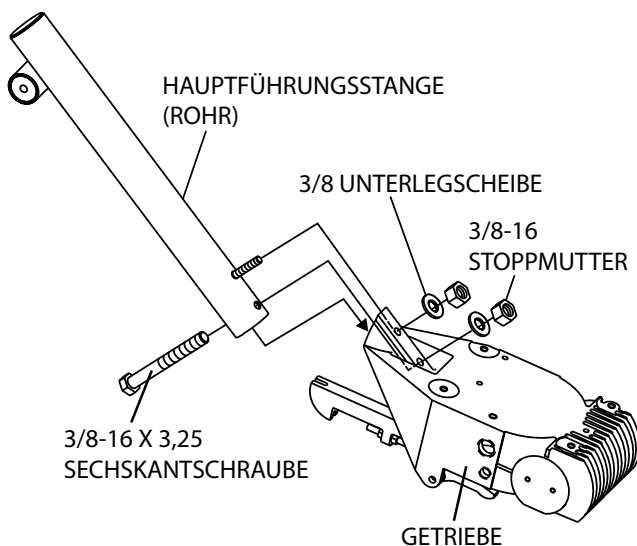

Abbildung 4. Einbau der Führungsstange
1. Setzen Sie die Führungsstange (Rohr) in den Getriebekasten, wie in (Abbildung 4) gezeigt. Die Befestigungsteile sollten sich in der Verpackung des Glätters befinden.